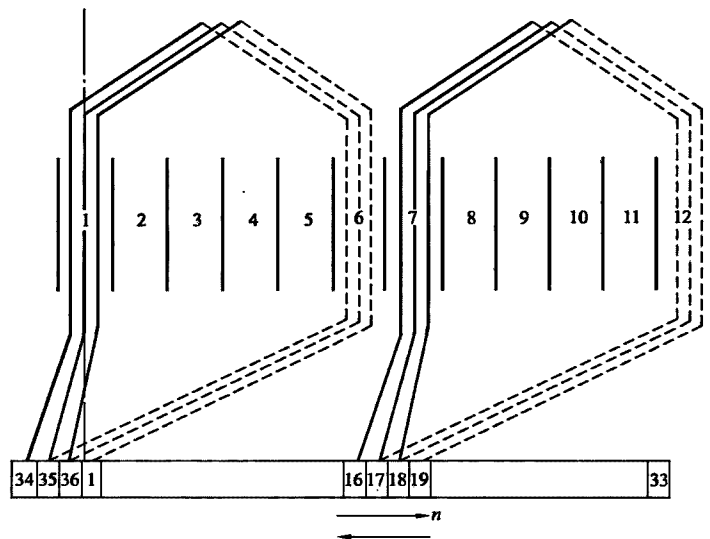

图 5 - 9 U80/50 - 110D 型、U80/50 - 220D 型转子绕组展开图
3. U80/50 - 110D 型、U80/50 - 220D 型转子绕组展开图 (见图 5 - 9)